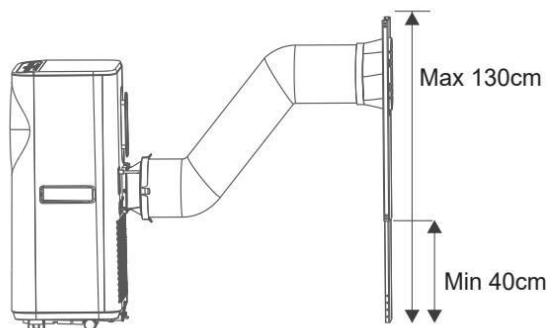

Fig.7
- L'air chaud doit être évacué par les murs ou les fenêtres. En cas d'installation sur un mur, la hauteur du tuyau doit être de 40 cm à 130 cm (Fig. 7).